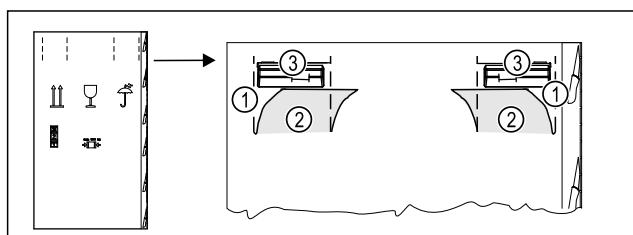

Fig. 3
- ▶ Fent, a perforálásnál Fig. 3 (1) nyomja be a csomagoló kartont.
- ▶ Húzza ki a benyomott fűleket Fig. 3 (2).
- ▶ A jobb és a bal oldalon látható a hordfogantyú Fig. 3 (3).
- ▶ Tartsa meg a készüléket a hordfogantyúknál Fig. 3 (3).